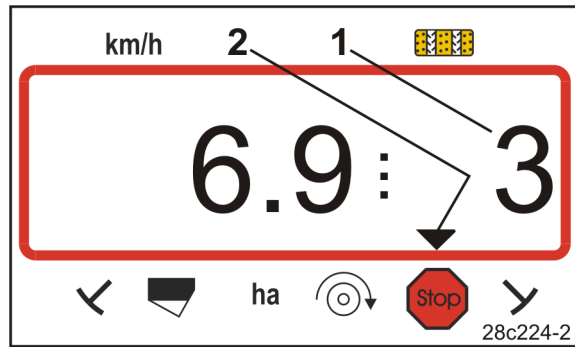

Fig. 35
- Ekranda sürme izi kapatma sayacının rakamı (Fig. 35/1) yanıp söner
- Kontrol işareti (Fig. 35/2) stop işaretlemektir.